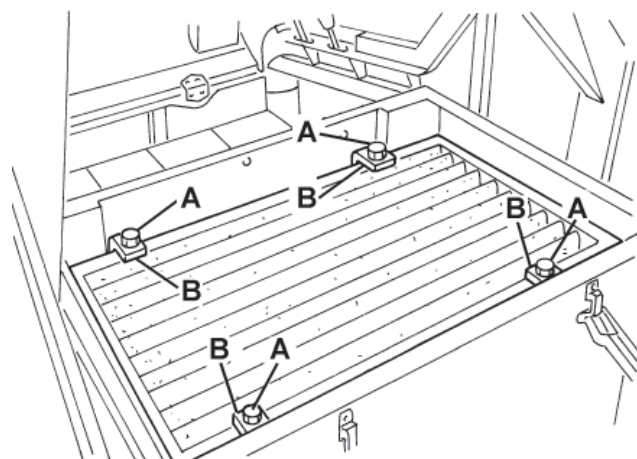

Figure 16
6. Dévisser les pommeaux (A, Fig. 16) et enlever les étriers (B).